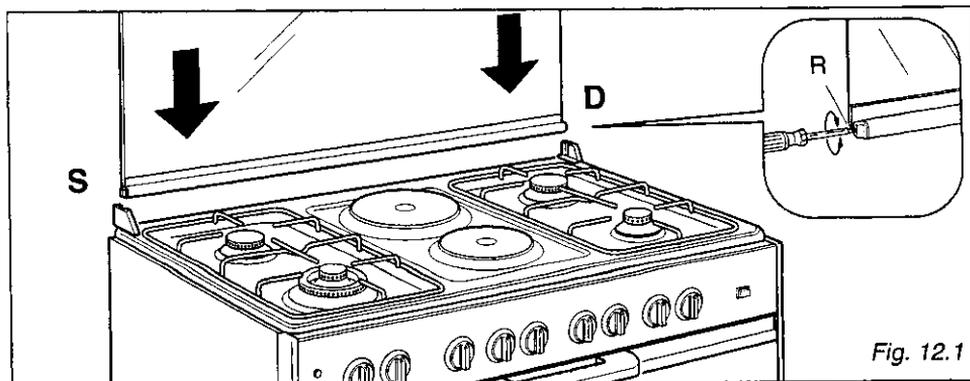

Fig. 12.1
- The right housing must receive the hinge marked "D" while the left housing must receive the hinge marked "S" (Fig. 12.1).
- *placer la charnière repérée "D" dans le logement de droite et la charnière repérée "S" dans le logement de gauche (fig. 12.1).*
The springs of the hinges can be adjusted if necessary by turning the screws "R" clockwise (fig. 12.1).
*Il doit rester suspendu si ouvert à 45°. Eventuellement, régler le calibrage des ressorts des charnières à l'aide des vis (R) (fig. 12.1).*